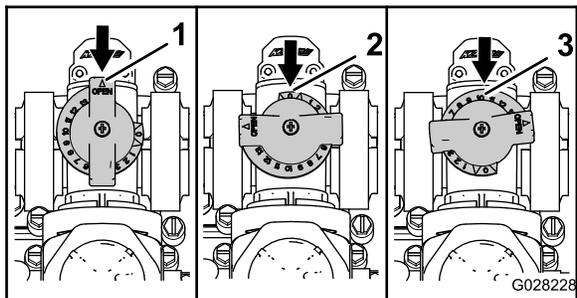

Figure 31
- La vanne de dérivation d'agitation est en position complètement ouverte comme montré en A sur la Figure 31.
- La vanne de dérivation d'agitation est en position complètement fermée (0) comme montré en B sur la Figure 31.
- La vanne de dérivation d'agitation est en position intermédiaire (réglée en fonction du manomètre pour le système de pulvérisation) comme montré en C sur la Figure 31